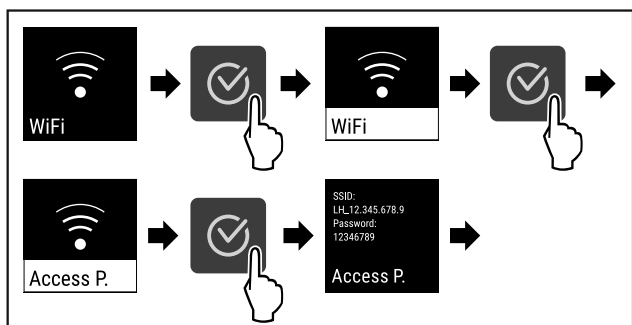

Fig. 89
- ▶ Hajtsa végre a művelet lépéseit (lásd Fig. 89).